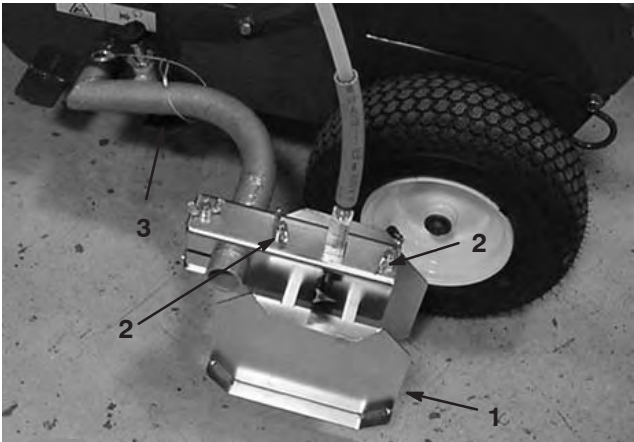

Figure 21
- 1. Desserrez les écrous papillons fixant les plaques de pulvérisation au bras de la rampe (Fig. 21).
- 2. Déplacez les plaques (Fig. 21) vers l'intérieur ou l'extérieur jusqu'à obtenir la largeur de ligne voulue. Assurez-vous que chaque plaque se trouve à la même distance de la buse de pulvérisation.